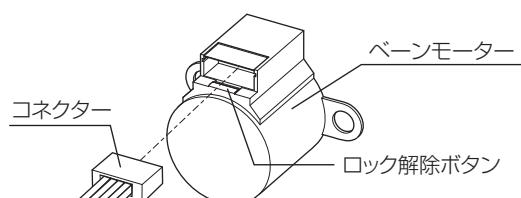

図18-4
- 2) ベーンに接続しているコネクターを外します。コネクターはロックされていますのでロック解除ボタンを押しながらコネクターを外します。(図18-4)